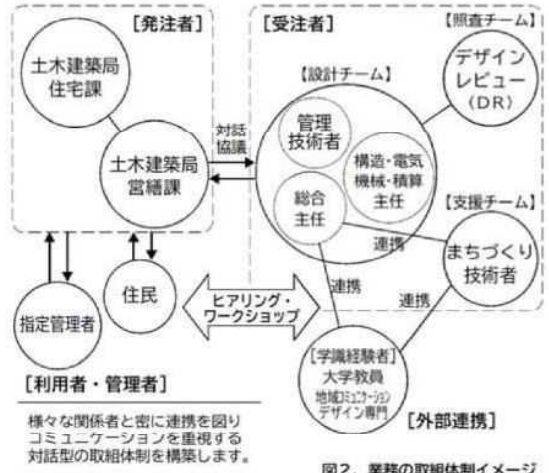

図2. 業務の取組体制イメージ
■ **コミュニケーション重視の取組体制とします。**【図2】